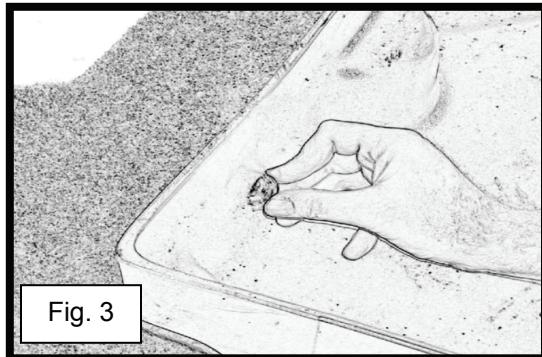

Fig. 3
3) Plaats de rubberring in het geboorde gat (zie fig. 3). Gebruik het uiteinde van de schroevendraaier en het plamuurmes om de ring goed rond het gat te plaatsen. Werk vanaf beide kanten van de vergaarbak om de ring in het gat te steken. Als de ring correct geplaatst is, moet die eruit zien zoals op figuur 4. Herhaal stap drie voor de tegenoverliggende vergaarbak.